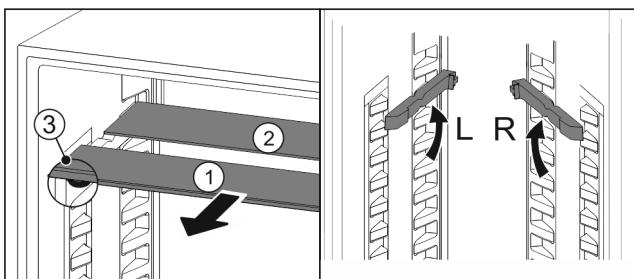

Fig. 87
- Steklene plošče posamično izvlecite Fig. 87 (1) naprej.
- Steklena plošča Fig. 87 (1) z okrasno letvijo je spredaj.
- Zaustavljalniki Fig. 87 (3) so obrnjeni navzdol.